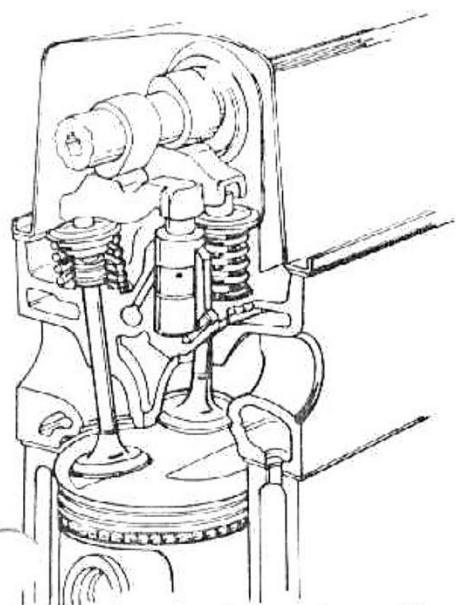

fig. 3 — mecanismo das válvulas — vista parcial em corte
O cabeçote possui passagens de óleo a fim de fornecer óleo sob pressão, necessário ao funcionamento dos ajustadores de folga hidráulicos (fig. 3).
4. Instalar a coberta do mecanismo das válvulas (fig. 3) e o conjunto do filtro de ar.